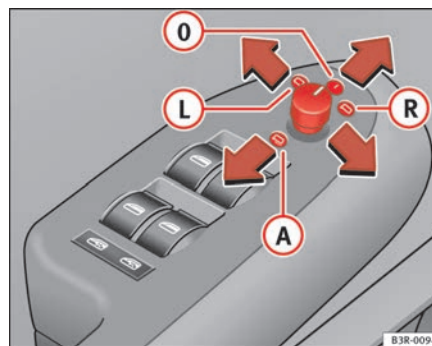

Abb. 103 Ausschnitt aus Armlehne: Drehknopf
- Drehen Sie den Drehknopf in Stellung ⇒ Abb. 103 **L** (Fahrer- Außenspiegel) oder in Stellung **R** (Beifahrer- Außenspiegel).
Beim Einlegen des Rückwärtsgangs kippt die Spiegelfläche etwas nach unten, wenn auf den Beifahreraußenspiegel umgestellt ist (Drehknopf in Stellung **R** ⇒ Seite 134, Abb. 103). Dadurch wird beim Einparken die Sicht zur Bordsteinkante ermöglicht.